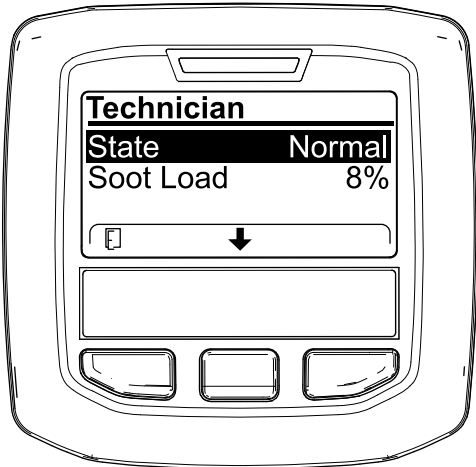

Bild 43
- Lesen Sie in der Tabelle für den Dieselpartikelfilter-Betrieb den aktuellen Zustand des Dieselpartikelfilter-Betriebs nach (Bild 43).